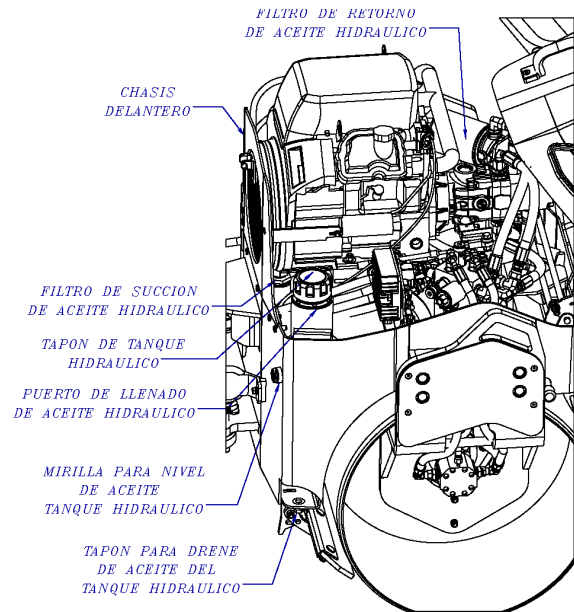

Figura 26. Localización de Filtros Hidráulicos
El filtro de succión (Figura 26) está localizado dentro del tanque hidráulico. Este filtro esta adjunto al accesorio conectado a la manguera de la bomba de succión hidráulica.
El filtro de retorno (Figura 26) está localizado al frente del compartimiento del motor. Reemplace ambos filtros de acuerdo con la tabla 5.
2. Remueva el **tapón de drenaje del aceite hidráulico** (Figura 26) y drene el aceite hidráulico. Deseche el aceite usado de forma adecuada y ecológica. Reemplace el tapón de drenaje y apriete.